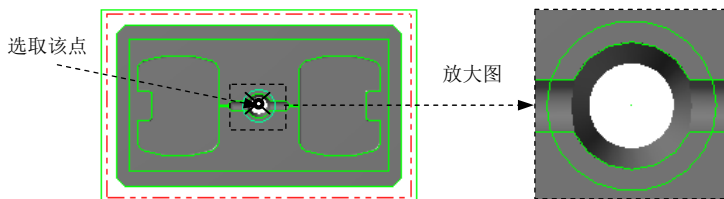

图 20.27 绘制圆形边界
Step1. 绘制圆形边界。单击顶视图 按钮，选择下拉菜单 **绘图 (C)** → **圆弧 (A)** → **已知圆心点画圆 (C)...** 命令，在图形区中选取图 20.27 所示的点，然后在 后的文本框中输入值 8，按 Enter 键。单击 **✓** 按钮，完成圆形边界的绘制，结果如图 20.27 所示。